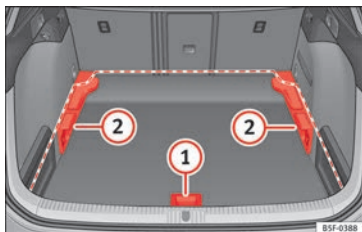
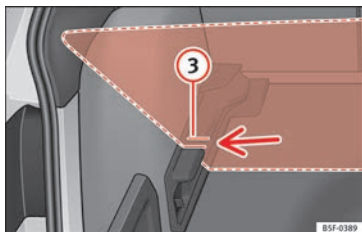

Bild 181 Löstagbart golv i bagageutrymmet: positioner
Bild 182 Löstagbart golv i bagageutrymmet: lutade spår
» **bild 181** ① och dra det bakåt tills golvet
» **bild 181** ① och dra det bakåt tills golvet framsida har kommit förbi stöden helt och hållet ②.
- Passa nu in framdelen med stödets lägre spår och skjut golvet framåt så långt som till baksätets ryggstöd och sänk samtidigt golvet med handtaget ①.
» **bild 181** ① och dra det bakåt tills golvet framsida har kommit förbi stöden helt och hållet » **bild 182** ③.
- Skjut golvet genom dessa spår med hjälp av handtaget ① mot baksätets ryggstöd och tills golvet vilar i spåren.